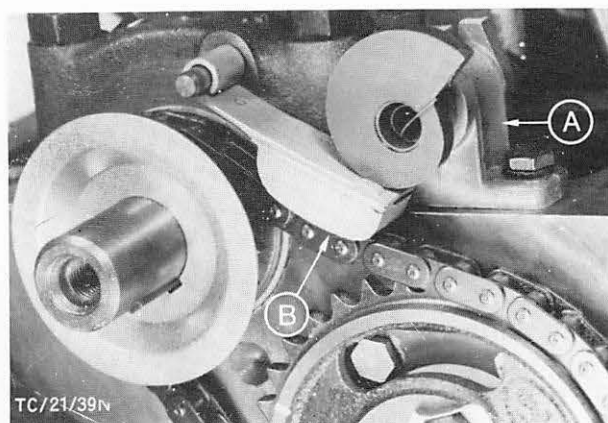

Abb. 60 Montierter Kettenspanner
43. Kettenspanner mit vorgeschriebenem Drehmoment anschrauben. Feder vorspannen und Spannarm auf den Stift am Hauptlagerdeckel aufschieben, Abb. 60, Kettenspanner-Feder entspannen.